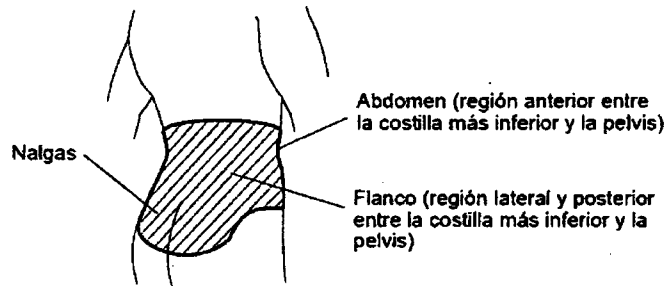

Figura 16. Lugares de implantación del neuroestimulador para una compatibilidad con exploraciones de MRI de cuerpo completo
1. Elija un lugar de implantación del neuroestimulador en las nalgas, en el abdomen o en un flanco (Figura 16) de manera que el paciente sea compatible con exploraciones de MRI de cuerpo completo.